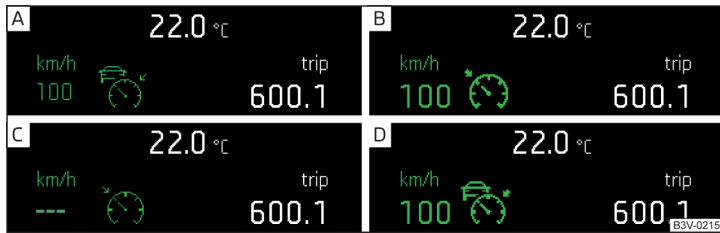

Abb. 185 Display des Kombi-Instruments: Beispiele für Zustandsanzeigen der ACC
**Zustandsanzeigen der ACC** » Abb. 185